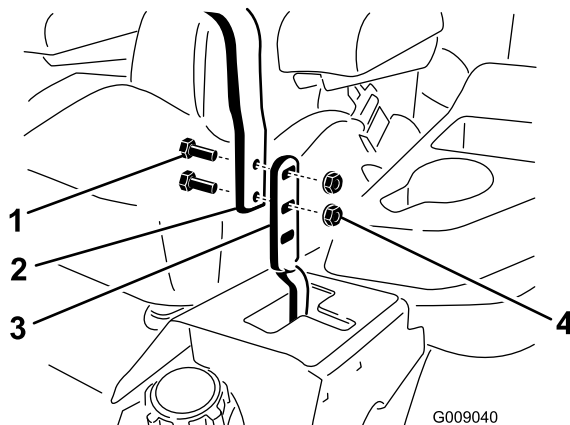

Рисунок 57
3. Ослабте болти та фланцеві гайки, встановлені в важелі (Рисунок 57).